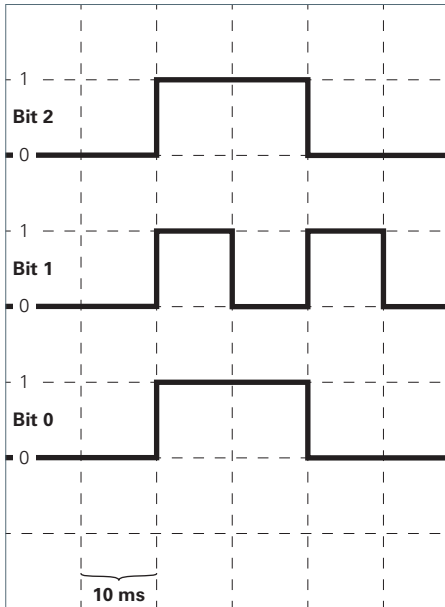

Fig. 9: Bitfolge zum Deaktivieren der Betriebsart „Kombi-Betrieb WEISS+RGB“:
- ▶ Senden Sie die Bitfolge zum Deaktivieren auf die Anschlussleitung mit den weißen Leuchten und der RGB-Leuchte, siehe Fig. 9.